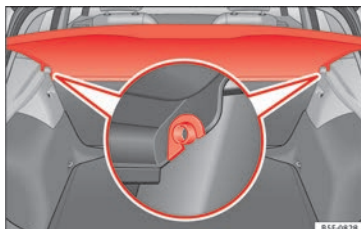

Fig. 160 Nel bagagliaio: smontare e montare il ripiano.
» **fig. 160** tirandolo verso l'alto ed estrarlo.
- Inserire la copertura in modo orizzontale facendo coincidere la "mezzaluna" sull'asse dei supporti » **fig. 160** e premendo verso il basso fino a far scattare l'innesto.